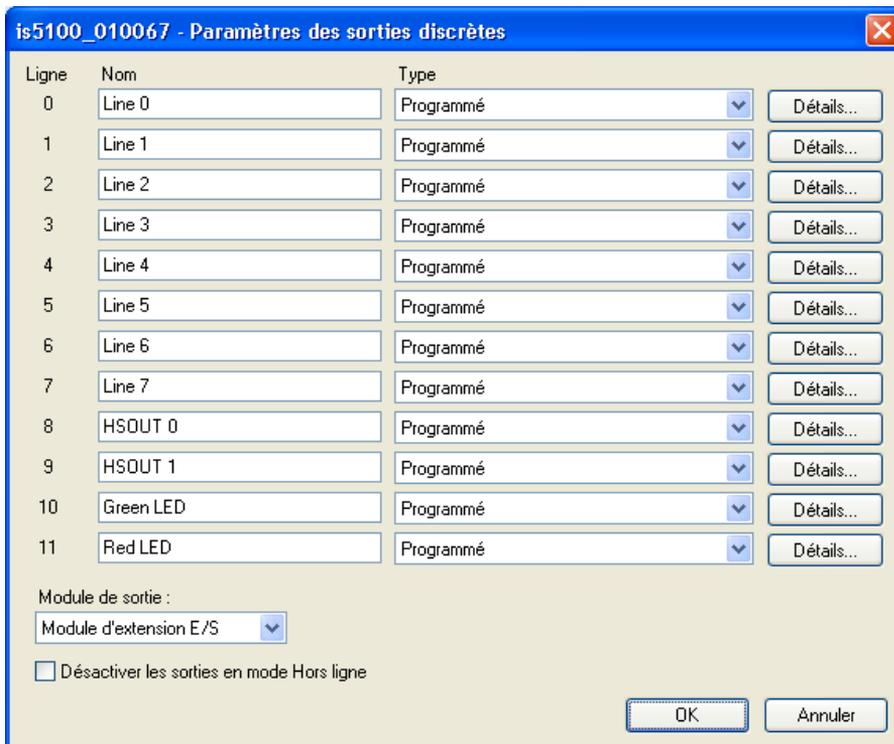

Figure A-2 : Boîte de dialogue Paramètres des sorties discrètes
4. Ouvrez la liste déroulante Module de sortie située dans la partie inférieure gauche de la fenêtre (Figure A-2), puis sélectionnez Module d'extension d'E/S. La boîte de dialogue Sorties discrètes est reconfigurée automatiquement afin de correspondre au module d'extension d'E/S.